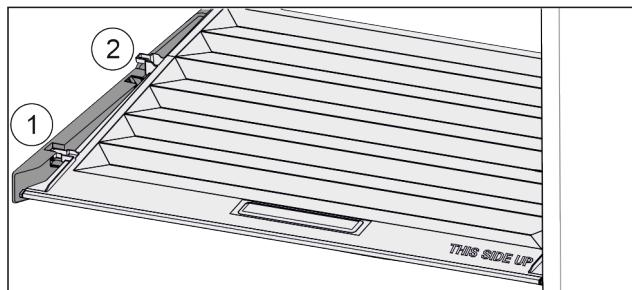

Fig. 73
- Veko potiahnite dopredu až k otvoru v prídružných dieloch Fig. 73 (1).
- Vzadu ho nadvihnite zospodu a zložte smerom nahor Fig. 73 (2).